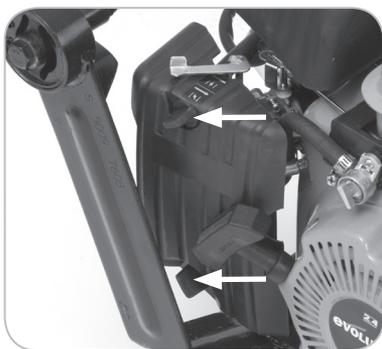

Fig. 14
- Dévissez les vis à ailettes du carter de filtre à air et retirez-le. (**Fig. 14**)